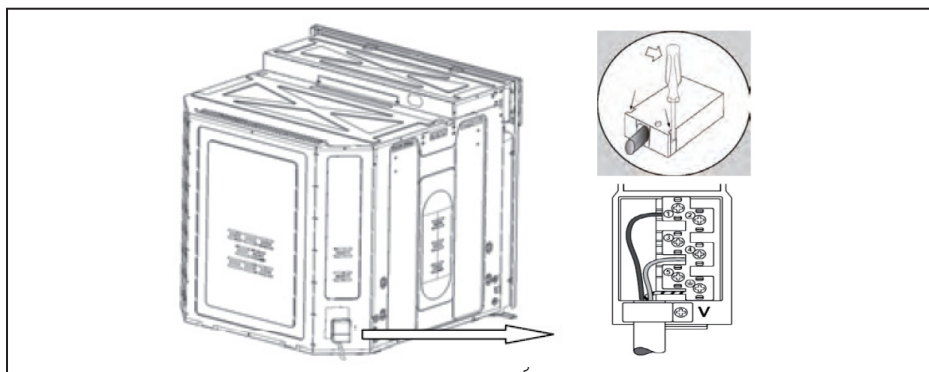

Рис.2
1. Откройте клеммную коробку при помощи отвертки, поместив ее под боковыми шпонками на крышке, потяните и откройте крышку (**см. рис. 2**).